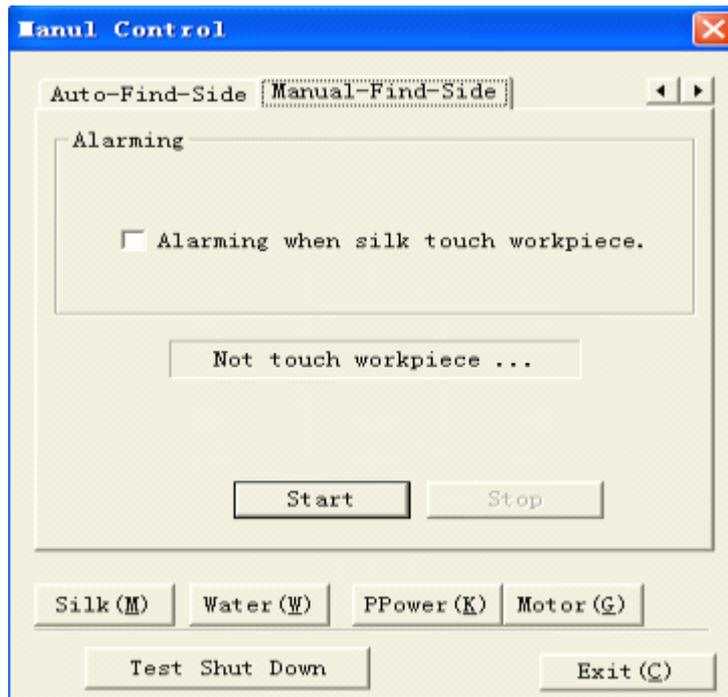

Figure 5.23: Manual Find-Side Alarm
4) **Manual-Find-Side (Figure 5.23)**